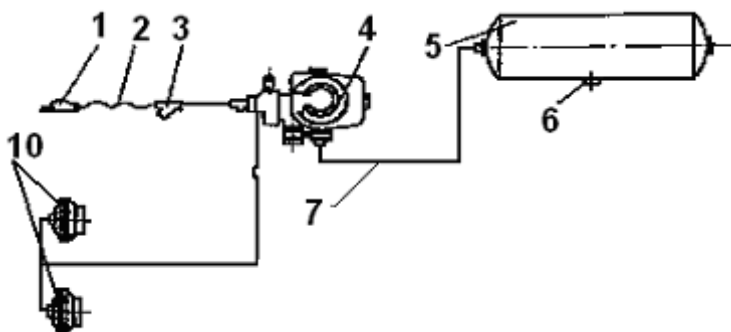

Рис. 9. Схема соединений пневматическая:
4.6.Схема соединений пневматическая (рис.9). Прицеп оборудован пневматическим приводом колесных тормозов по однопроводной системе. Пневматический привод тормозов дает возможность автоматически, одновременно с трактором, приводить в действие колесные тормоза прицепа, кроме того обеспечивает аварийное торможение прицепа при отрыве от трактора.